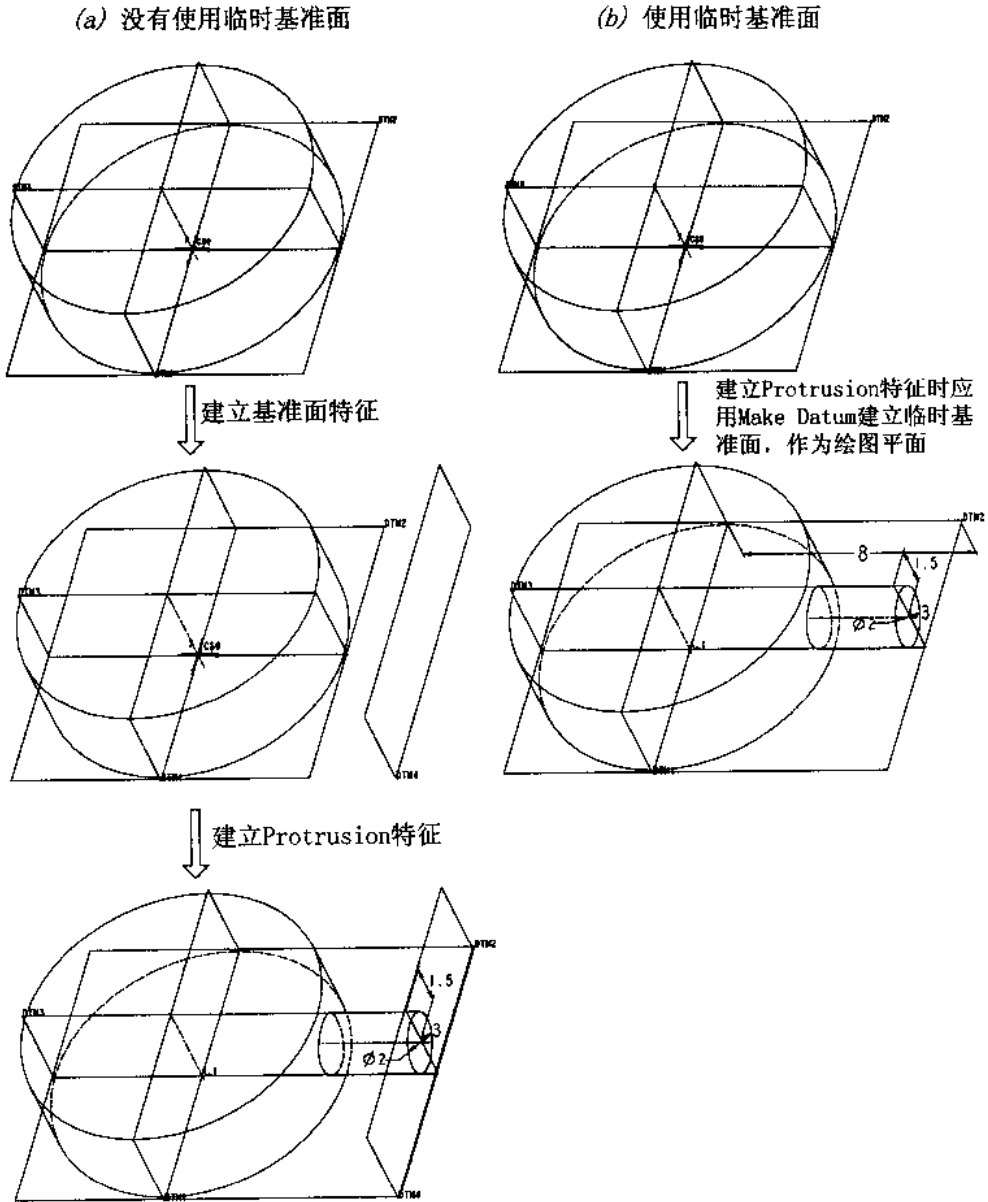

图 1.2
例如在图 1.2 的左图中, 欲建立一个小圆柱体时, 先建立了一个基准面的特征, 再利用此基准面作为绘图平面来建立小圆柱体, 则此方式将产生下列的问题:
- (1) 多了一个基准面特征 (如图 1.2 左图所示的 DTM4)。
- (2) 修改小圆柱体 (即图中的 **Protrusion** 特征) 时, 小圆柱体的长度尺寸无法显现出来, 这是因为小圆柱体的长度尺寸是由基准面 (如图 1.2 的左图所示的 DTM4) 控制的, 而不是由小圆柱体控制的。详细的特征建立过程请参阅作者编写的《Pro/ENGINEER 2000i 零件设计 - 基础篇(上)》第 6 章。
上述的两个问题都可用“临时基准面”来解决, 如图 1.2 的右图所示。